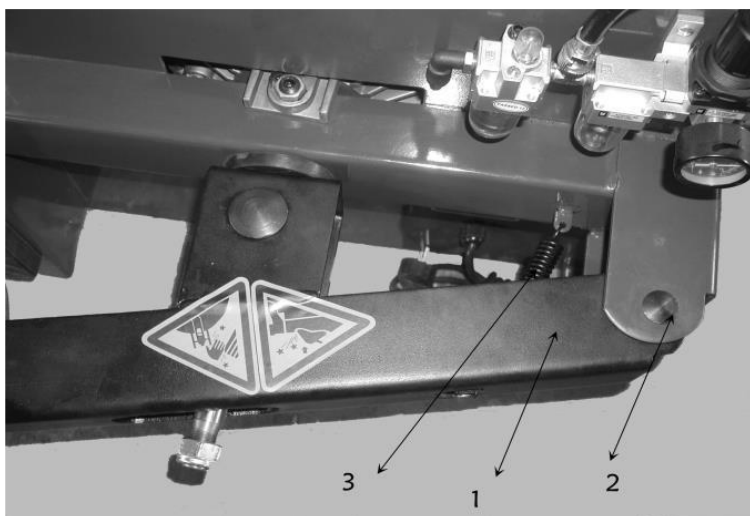

Рис. 10.6
10.6 Вставьте рычаг бортоотжимателя (1) в кронштейн, совместите два отверстия и установите на место цилиндр рычага бортоотжимателя (2) и стопорное кольцо. Подвесьте пружину как показано на рис. 10.6.